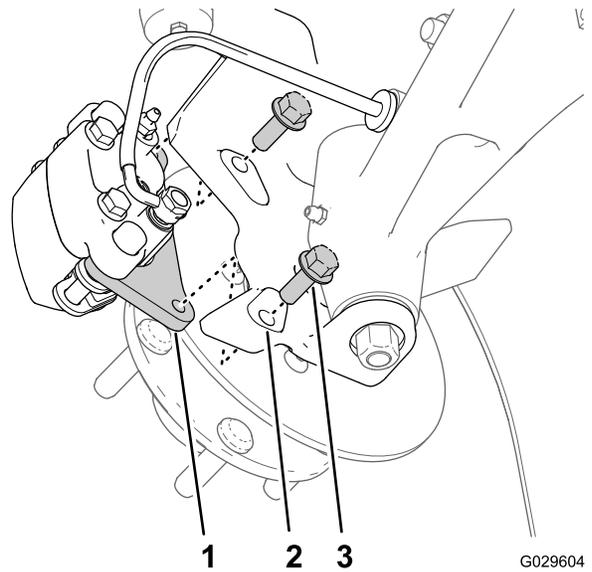
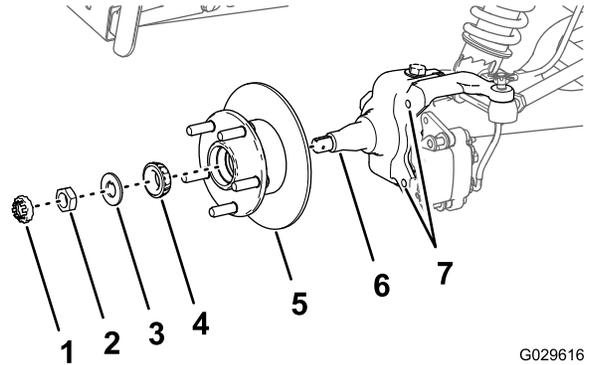

図 31
図 35
3. ブレーキアセンブリ用のブラケットをスピンドルに固定しているフランジヘッドボルト3/8 x 1インチを外してスピンドルからブレーキを取り外す 図 31。
1. スピンドルに所定のグリスを薄く塗る 図 35。
2. ハブとロータをスピンドルに取り付ける。ロータを内側にする 図 35。
3. スピンドルに外側ベアリングを取り付けてレースにはめる 図 35。
4. スピンドルにタブワッシャを取り付ける 図 35。
5. スピンドルにスピンドルナットを取り付け、ハブを回しながらナットを締めつける 図 35。
- ブレーキパッドをロータのそれぞれの側に合わせ 図 31、キャリパブラケットの穴と、スピンドルフレームのブレーキ取り付け部の穴を整列させる 図 35。
- キャリパブラケットをスピンドルに組み付ける 図 31 フランジヘッドボルト 3/8 x 1 インチ 2本を使用し、4754N・cm 0.400.46kg.m にトルク締めする。